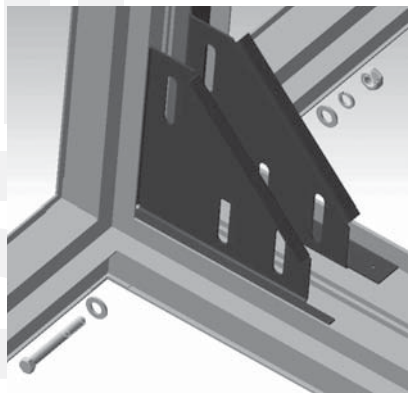

Рис. 6 Крепление секций при помощи внутренних уголков
5. Соединение всех секций в серии производится при помощи внутренних соединительных уголков и наружных межсекционных стяжек. Болтами М10×70 (входят в комплект поставки) соединить секции при помощи предустановленных внутренних соединительных уголков. Под головку болта и гайку подкладываем шайбы. (рис. 6)